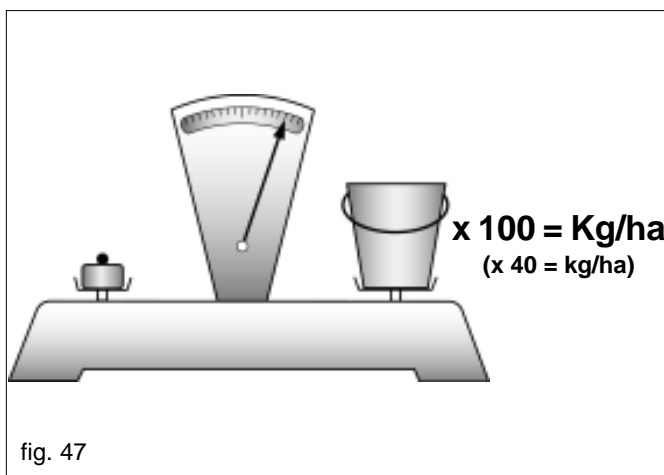

fig. 47
- 7) Die in den Sammelbehältern gesammelte Saatgutmenge wiegen und unter Bezug auf die durchgeführten Drehungen mit 100 oder 40 multiplizieren. Das Ergebnis ist die in Kilogramm pro Hektar ausgestreute Saatgutmenge (Abb. 47).